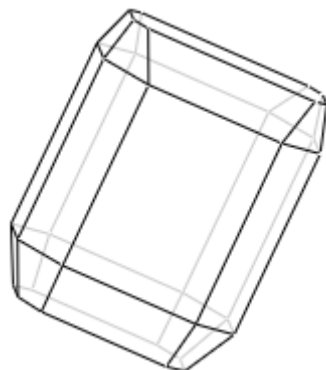

图 51-7
- (8) 单击草绘命令工具栏中的  按钮，完成混合截面的绘制。
- (9) 在弹出的《深度》菜单中选择【盲孔】 【完成】选项。
- (10) 在消息输入窗口的文本栏中依次输入第 2 个截面与第 1 个截面的距离“30.0”，第 3 个截面与第 2 个截面间的距离“110.0”，第 4 个截面与第 3 个截面间的距离“25.0”。
- (11) 单击模型对话框中的【确定】按钮，完成特征的建立，如图 51-7 所示。